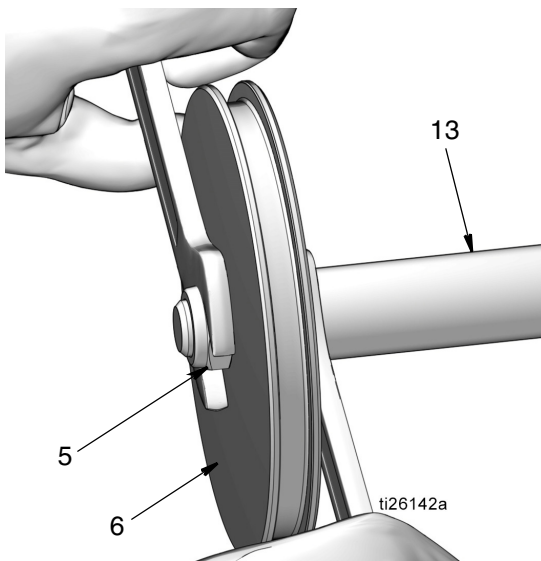

FIG. 51
- d. Installare il dado (5) sull'estremità dell'asta del pistone (13). Utilizzare due chiavi lavorando in direzioni opposte per serrare il dado. Utilizzare una chiave aperta sulle superfici piane dell'asta del pistone e la seconda chiave per serrare il dado (5) come mostrato in FIG. 51.
**NOTA:** La chiave aperta fissata alle superfici piane dell'asta del pistone serve solo per tenere saldamente l'asta, **non** ruotare questa chiave. Se si sposta la chiave si potrebbe graffiare o danneggiare la superficie del pistone, con conseguenti perdite di fluido durante il funzionamento della pompa. Per serrare il dado, agire solo con la chiave che tiene il dado (5). Serrare a una coppia da 20,3 a 23,1 N•m (15 - 17 ft. lbs).